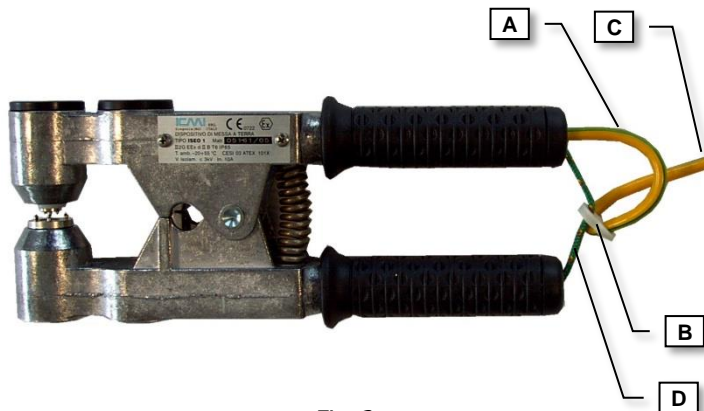

Fig. 2
- il tratto sporgente dal manico e fino all' "occhiello antistrappo" faccia una leggera ansa (ved. A in fig.2)
- il tratto da foro a foro "occhiello antistrappo" sia teso (ved. B in fig.2)
VERIFICARE il corretto funzionamento del sistema antistrappo tale che, tirando il tratto di cavo libero (ved. C in fig.2), si tensioni la fune (ved. D in fig.2) e non il tratto A (ved. Fig.2) di cavo.